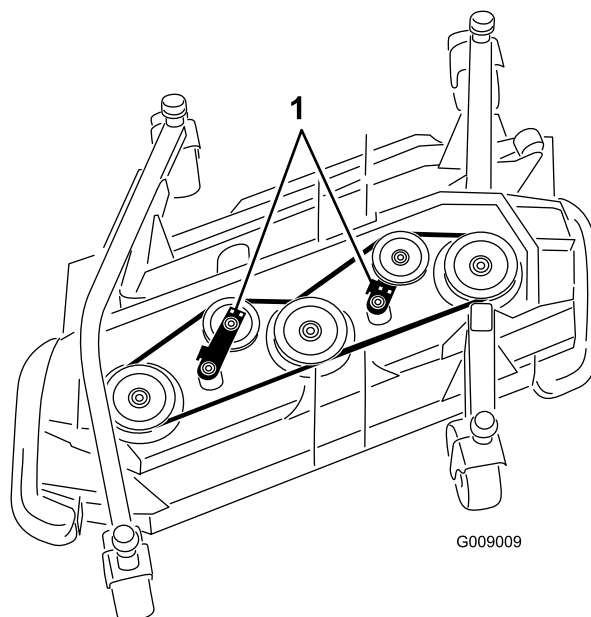

Рисунок 129
5. Используя гаечный ключ с храповиком или аналогичный инструмент, отодвиньте натяжной ролик от приводного ремня, чтобы ослабить ремень и снять его со шкивов (Рисунок 129).